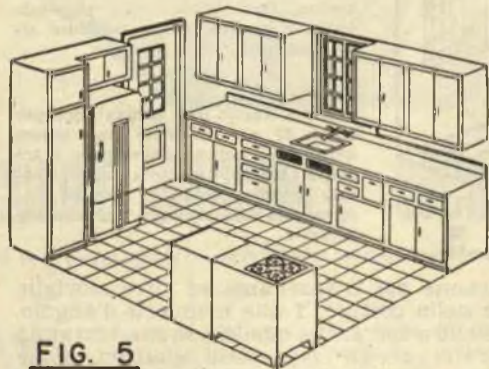

FIG. 5
Ad esempio una cucina può essere perfettamente efficiente anche se i tre centri dei quali abbiamo parlato debbono essere disposti per una ragione od un'altra lungo un'unica parete, come in fig. 3, arrangiati a forma di L, come in fig. 4, purché si susseguano da sinistra a destra o da destra a sinistra nell'ordine indicato nelle figure 3 e 4, e nulla di male se costituiscono una U spezzata come in fig. 5. Omettendo uno dei mobili, scegliendone uno di dimensioni diverse, l'area ricoperta può essere variata, riducendola od accrescendola.
Fig. 5 - Qui i vari centri sono nettamente separati l'uno dall'altro. Può essere la disposizione delle porte e delle finestre a costringere a questo, come può essere qualche altro motivo. L'importante, comunque, è che ogni centro sia raggruppato e disponga di una superficie di lavoro. In un secondo tempo nulla impedirà di riunire i vari gruppi con mobili aggiunti: maggiore spazio c'è da usare come ripostiglio e più vasta è la superficie di lavoro, tanto più comoda è la cucina.
Fig. 5 - Il più semplice tipo di comando ferroviario, consta di un reostato che serve come comando di velocità, e di un invertitore di marcia. Per quanto elementare, permette già qualche manovra.
Un circuito elementare di questo tipo è raffigurato in fig. 5 con l'inclusione di un reostato (A), che consente di regolare la velocità, e di un invertitore di marcia (B) che insieme ad (A) permette di comandare e far manovrare la locomotiva. Ci sono in commercio unità che compiono le due funzioni, i reostati-invertitori, il cui prezzo non è affatto inaccessibile.
da sostituirle, ed attaccare quest'ultima al convoglio. Saremo costretti naturalmente ad adottare un circuito elettrico un po' più complesso di quello di fig. 5, che consente solo di far girare il convoglio intorno al tracciato, sia pur regolandone la marcia od invertendone la direzione.